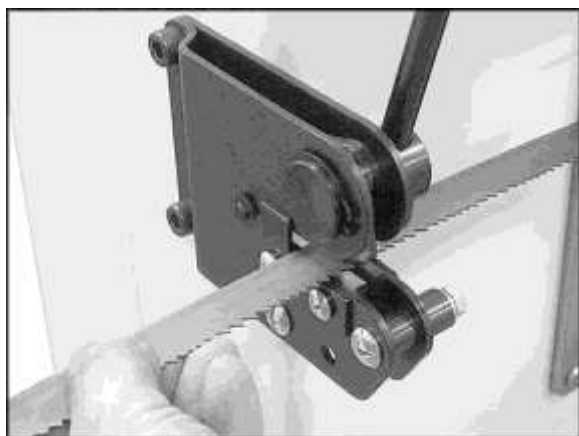

Рис. 15.
1. Заведите полотно в устройство для отрезки, как показано на Рис. 15. Убедитесь, что полотно располагается перпендикулярно ножу, таким образом торец отрезанного полотна будет также перпендикулярен поверхности полотна.